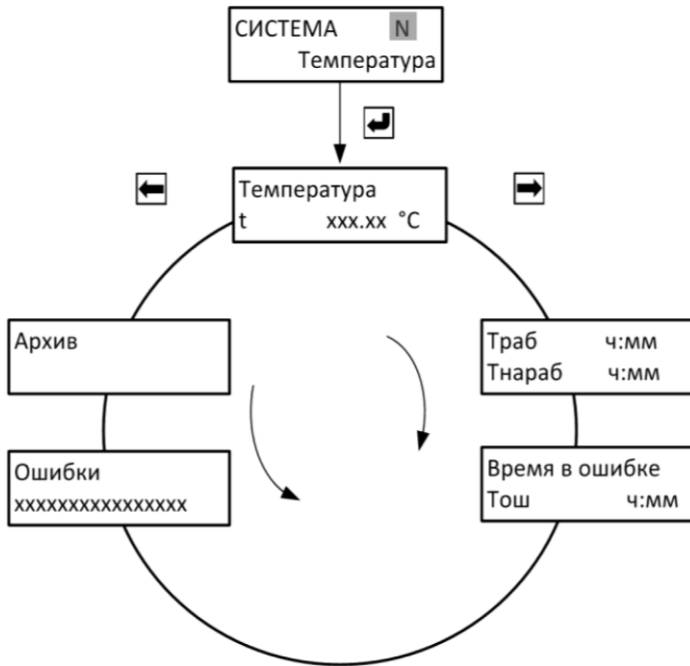

Рис.11 Режим «рабочий» для схемы «Температура»
5.5. На рис.11 – рис 15 показаны схемы меню рабочий для различных теплотехнических схем